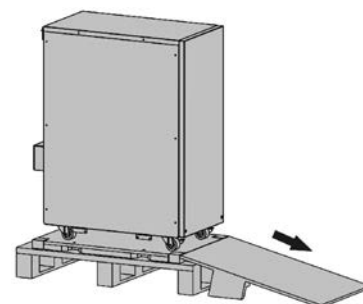

Fig. 7.
- ❑ Placez la pente pareille à la figure 7 et baissez l'équipement de la palette.